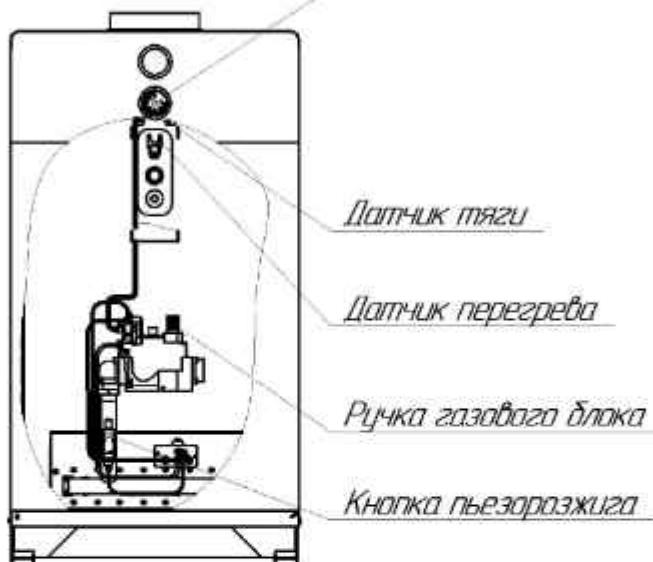

Рисунок 10 -- Особенности аппарата с газовым блоком 820 NOVA mV.
6.11. Порядок включения аппарата с газовым блоком 820 NOVA mV (рис. 10, 11)